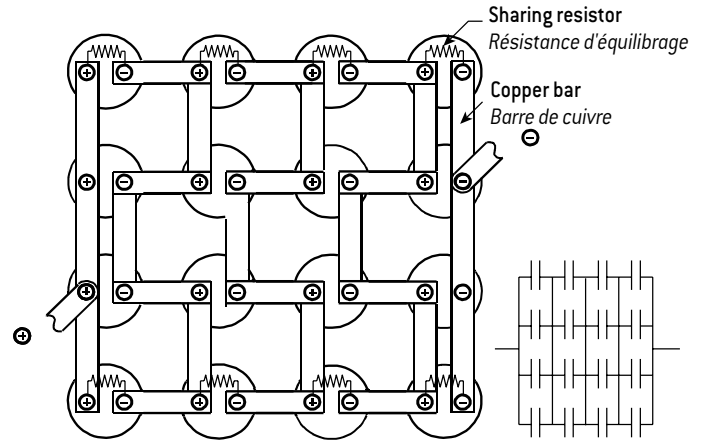

Fig. 2
- balanced connecting per level (Fig. 2)
- montage à équilibrage par niveau (Fig. 2)